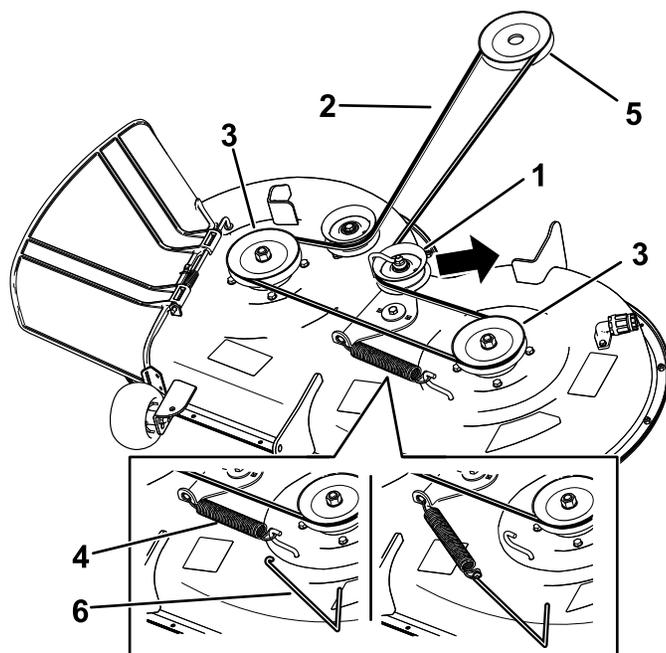

Рисунок 57
7. Используя съемник пружин (номер 92-5771 по каталогу Toro), снимите пружину натяжного шкива с крюка деки, чтобы снять натяжение с натяжного шкива, и снимите ремень со шкивов (Рисунок 57).
8. Проложите новый ремень вокруг шкива двигателя и шкивов газонокосилки (Рисунок 57).
9. Используя съемник пружин (номер 92-5771 по каталогу Toro), установите пружину натяжного шкива на крюк деки и создайте натяжение на натяжном шкиве и ремне газонокосилки (Рисунок 57).